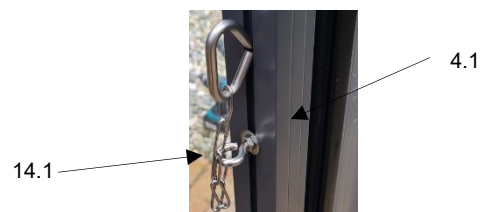

Abb.9
*Bevor die Randsprossen (4.1) montiert werden, muss die Ringschraube (14.1) mit der Sechskantmutter (14.2) in die Randsprossen-Nut geschoben, fest gedreht und gekontert werden. Diese kann an der linken oder rechten Randsprosse positioniert werden. (Abb.9)*